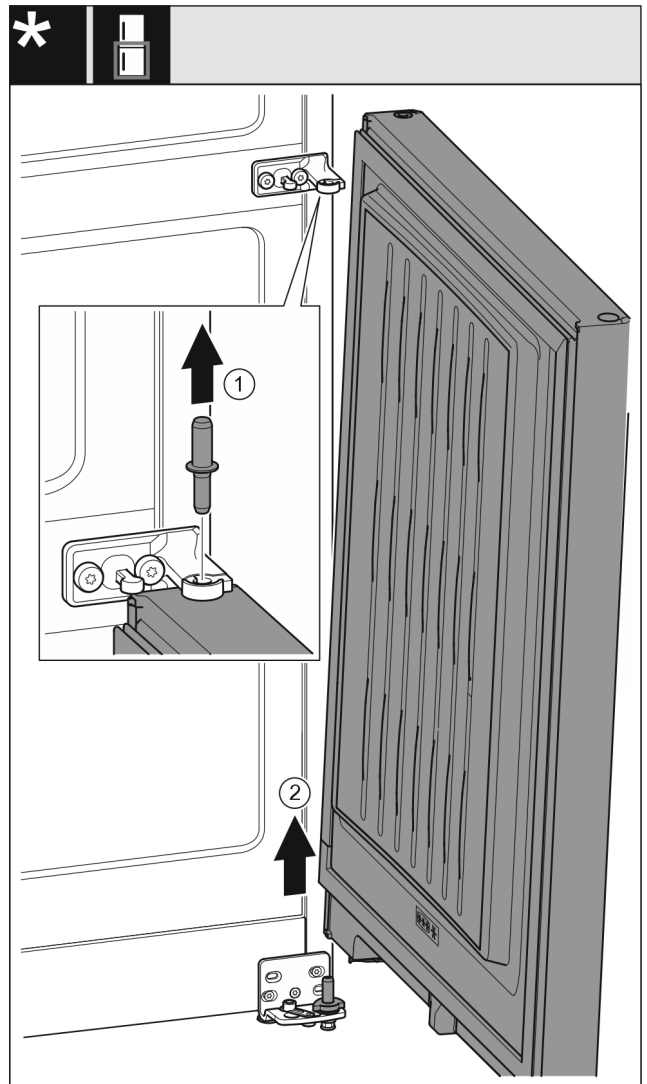

Fig. 8
- ▶ Витягніть гвинт догори. *Fig. 8 (1)*
- ▶ Відкрийте дверцята, зніміть рухом вгору та відкладіть убік. *Fig. 8 (2)*